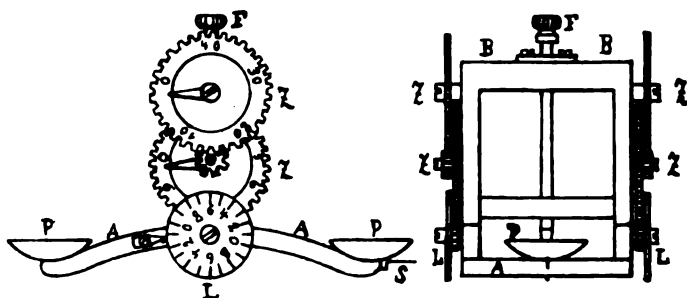
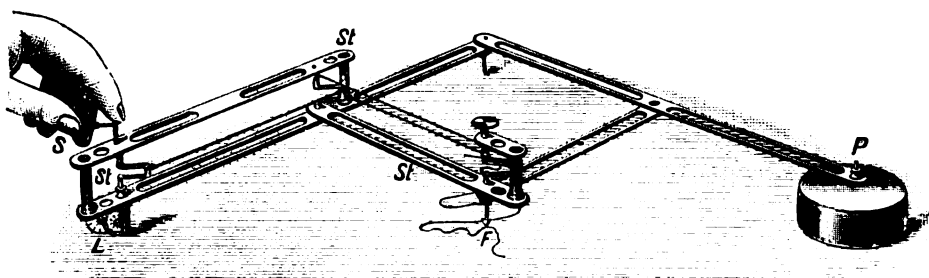

Fig. 5.
Fig. 6.
c) Kurvimeter von Dr. W. Ule (D. R.-P. 79 948). Bei diesem Instrument wird die Kurvenlänge als das arithmetische Mittel der Weglängen gemessen, welche zwei in gleichen Abständen vom Führungstifte F (Fig. 5) angeordnete fein gezähnte Laufrädchen L beschreiben. Mittelst der Zeigefinger wird das Instrument an den beiden Schalen P derart geführt, dass der Fahrstift F die zu messende Kurve entlang fährt. Es ist durch die Steuerung, welche man auf die Schalen P ausüben kann, die Längsachse des Instruments stets in der augenblicklichen Tangente an die Kurve zu führen. Die erzielbare Genauigkeit der Messung wird sehr von der Geschicklichkeit des Operierenden abhängen und für schleifenförmige Kurven und für solche mit Rückkehrpunkten nur gering sein können.*)
*) Fig. 5 stellt das Instrument als Central-, Fig. 6 als Parallelkurvimeter dar.